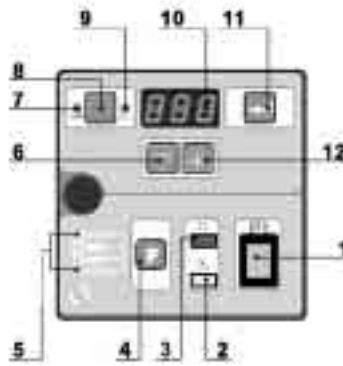

Fig. 23
9.4 - PB- CC PUMP CONTROLS (Fig. 23)
9.6 - PARAMETERS SETTING MODE (Fig. 23)